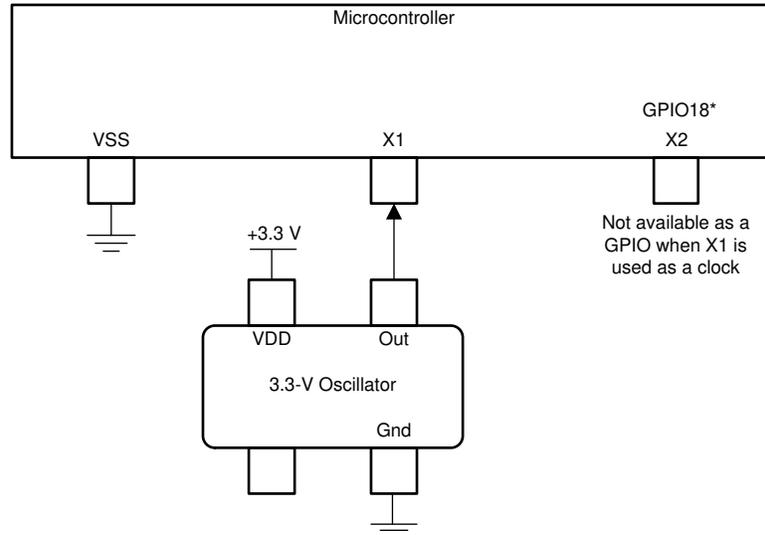

図 6-17. シングルエンド 3.3V 外部クロック
- シングルエンドの 3.3V 外部クロック。図 6-17 に示すように、クロック信号を X1 に接続し、XTALCR.SE ビットを 1 に設定する必要があります。